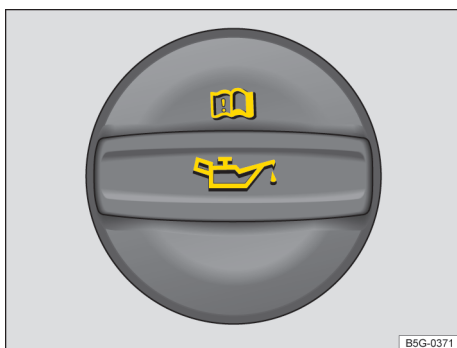

Fig. 187 En el vano motor: tapa de la boca de llenado de aceite del motor (representación esquemática).
4. Localice la boca de llenado de aceite del motor y la varilla de medición del nivel de aceite. La boca de llenado se reconoce por el símbolo  → fig. 187 que hay sobre la tapa, y la varilla de medición, por su extremo superior de color. Si no tiene claro dónde se encuentra la tapa y la varilla de medición, acuda a un taller especializado debidamente cualificado.
9. Desenrosque la tapa de la boca de llenado de aceite → fig. 187.